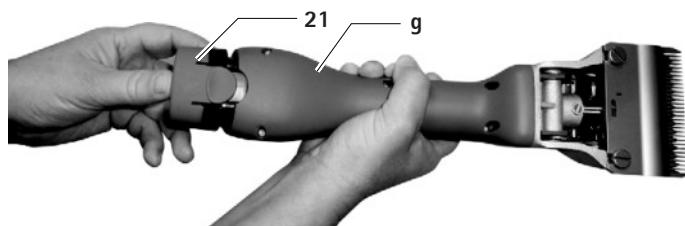

Fig. 2
- Træk Li-Ion-batteriet **21** ud, oplad det, og/eller skub det opladede Li-Ion-reservebatteri GT641 (3INR19/66-1) ind i den batteridrevne klippemaskine **g**, se Fig. 2.